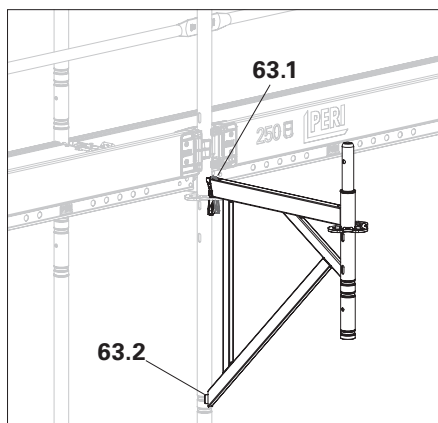

Bild A6.04b
- Konsolen har monterats. (Bild A6.04b)